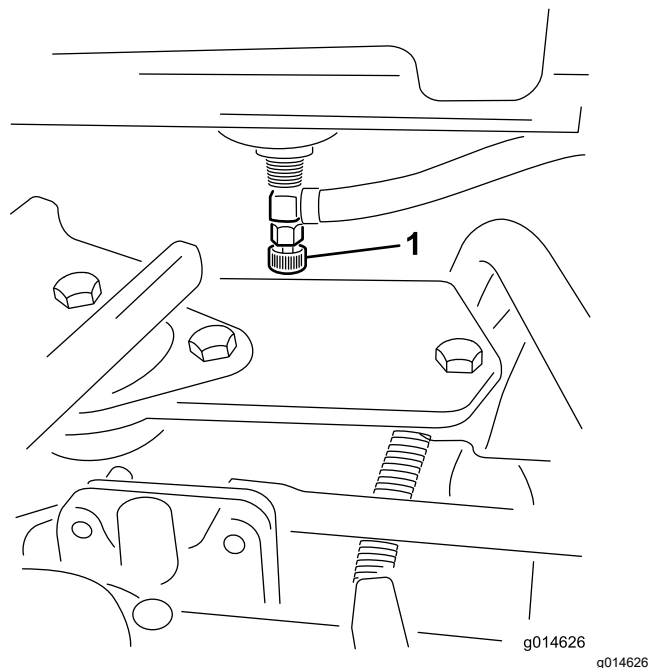

Figura 39
1. Chiudete la valvola di intercettazione del carburante (Figura 39) sotto il serbatoio del carburante.